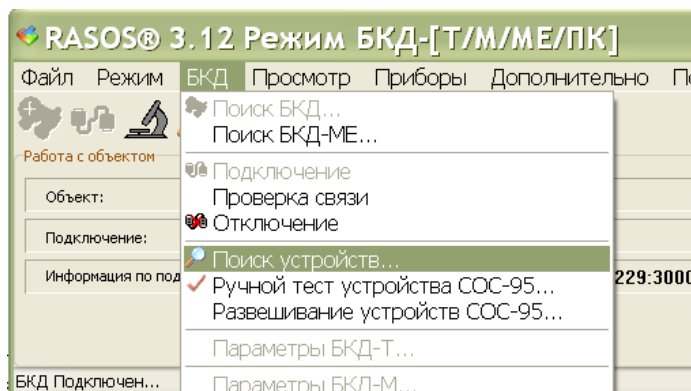

Рисунок 18
5) Произвести поиск адресных устройств, подключенных к БКД-МЕ: выбрать в меню «БКД» пункт «Поиск устройств» (рисунок 18).